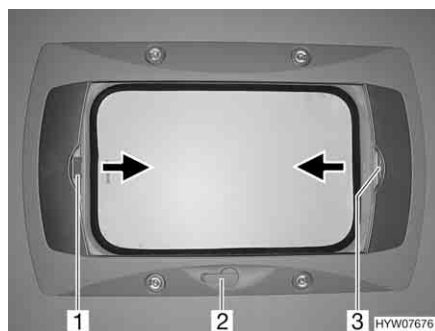

Fig. 32 Oblò a manovella
- Ruotare la manovella (Fig. 32,2) fino a quando non si incontra resistenza (angolo di apertura max. 70°).
Chiusura: ■ Tirare la tendina oscurante pieghevole per la maniglia (Fig. 32,3) nella direzione della freccia fino alla posizione desiderata e rilasciare. La tendina oscurante pieghevole rimane in questa posizione.
Chiusura: ■ Tirare la zanzariera a rullo per la maniglia (Fig. 32,1) nella direzione della freccia verso la maniglia contrapposta della tendina oscurante pieghevole (Fig. 32,3) e farla innestare.
Apertura: ■ Tirare la maniglia della zanzariera a rullo (Fig. 32,1) dietro, verso l'alto, e sganciare la zanzariera a rullo dalla tendina oscurante pieghevole (Fig. 32,3).